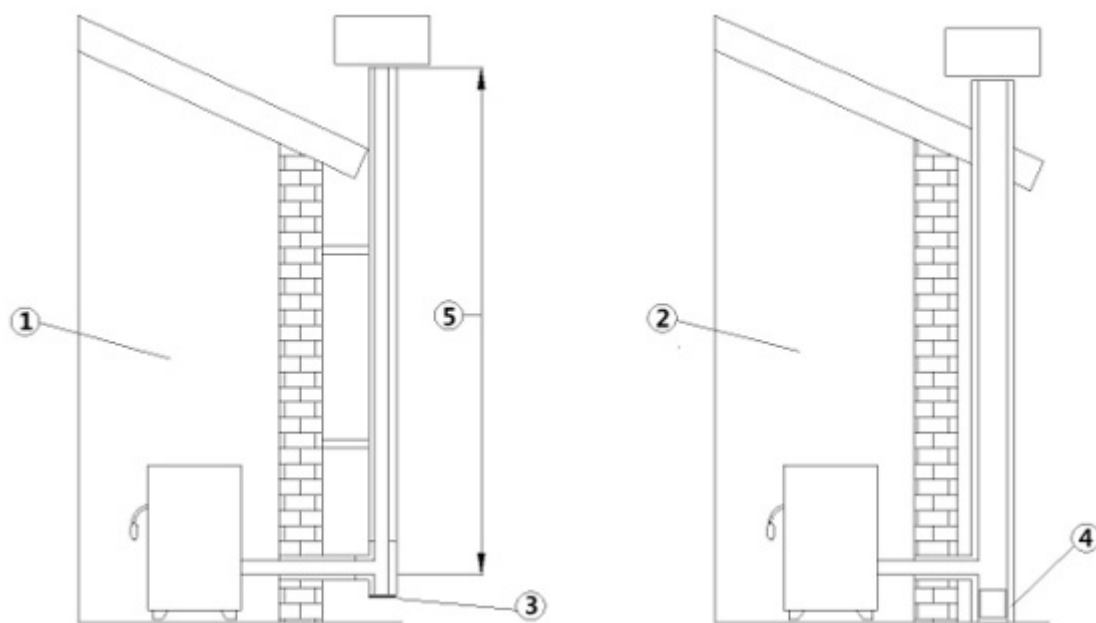

Fig. 3 - Canne fumarie
LEGENDA	Fig. 3
- La canna fumaria deve essere singola (vedi Fig. 3) con tubi inox isolati (1) o su canna fumaria esistente (2).
- Entrambi le soluzioni devono avere un tappo d'ispezione (3) e/o portina d'ispezione (4).